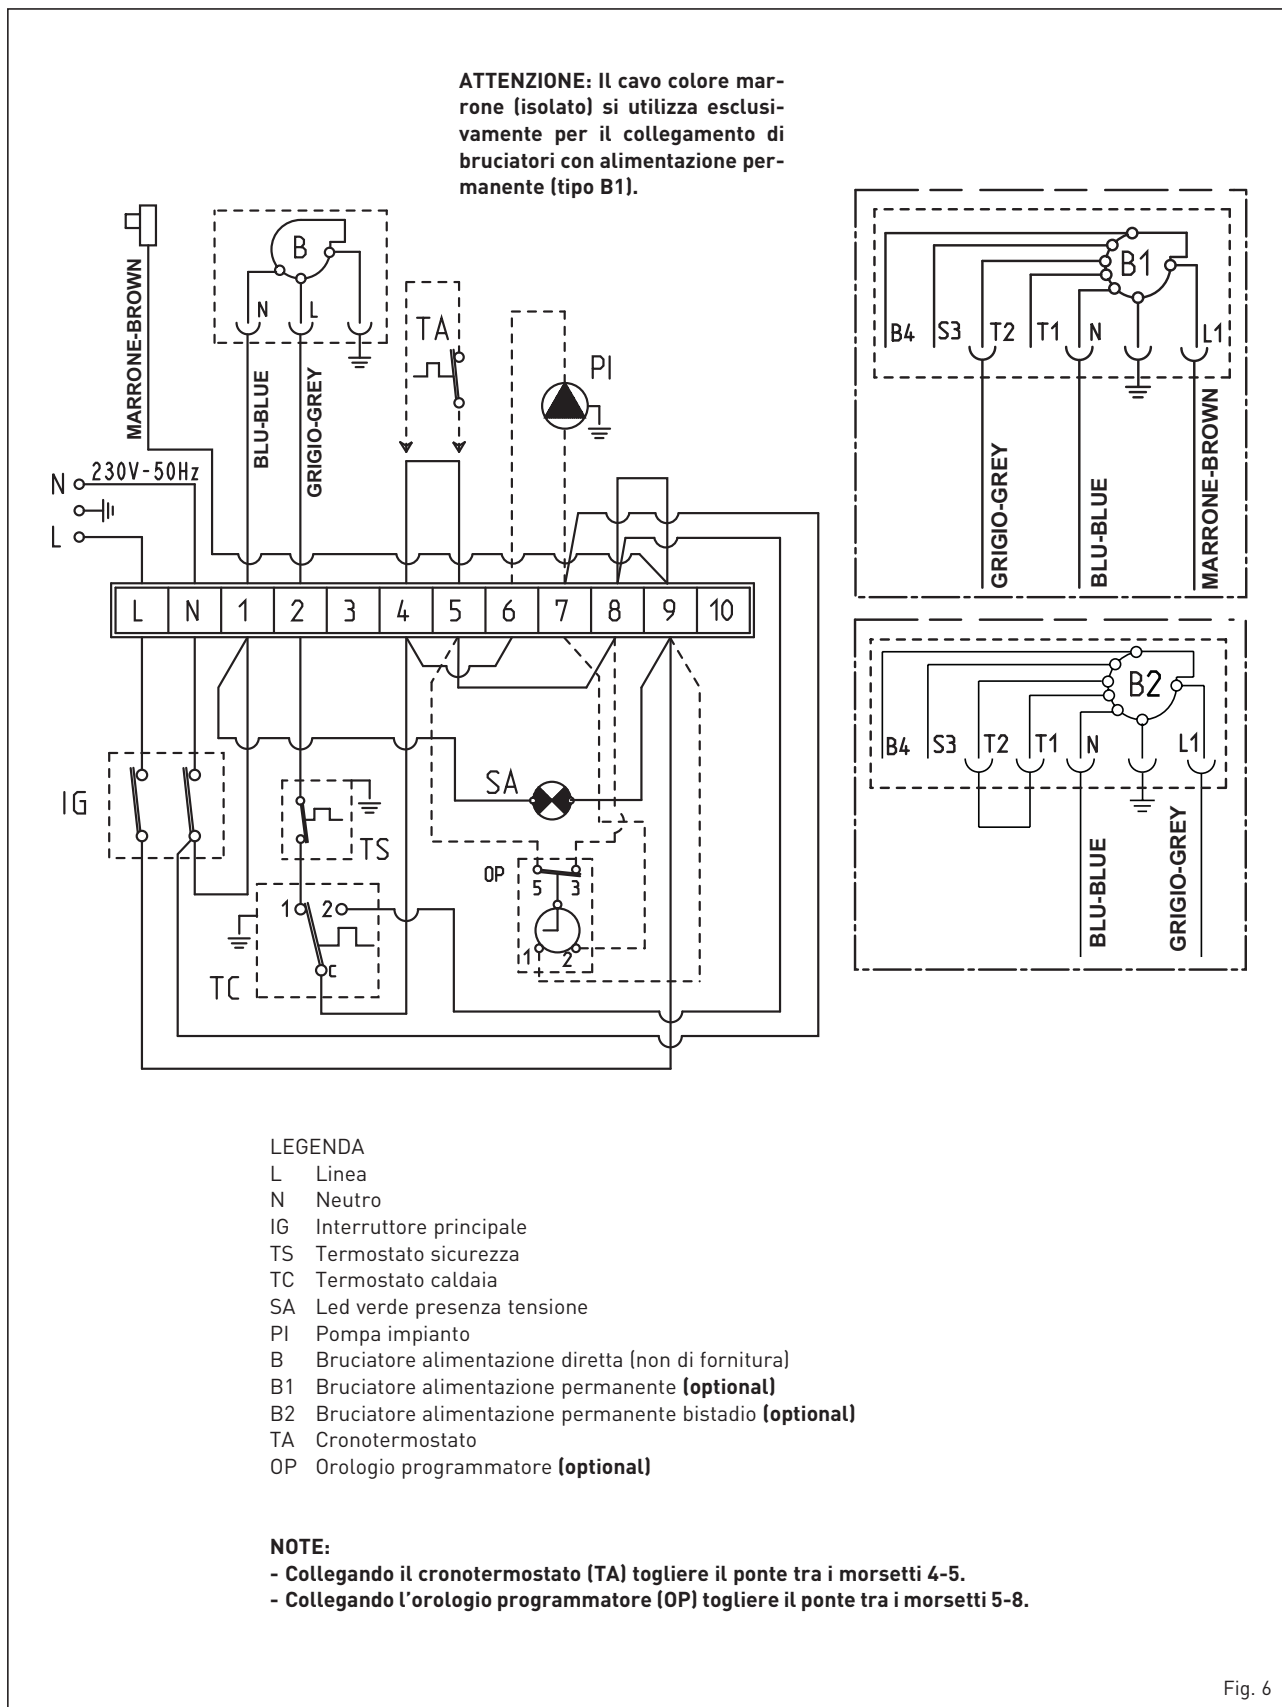

Fig. 6
2.5 ALLACCIAMENTO ELETTRICO (fig. 6)
Il cavo del regolatore climatico, la cui installazione è d'obbligo per ottenere una migliore regolazione della temperatura ambiente, dovrà essere collegato come indicato in fig. 6. Collegare quindi il cavo di